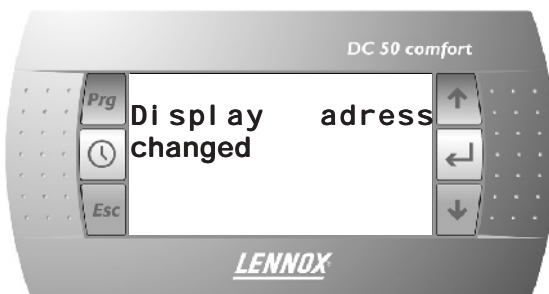

Fig. 29
- Si se ha cambiado la dirección se mostrará la pantalla que aparece en la **fig. 29**.